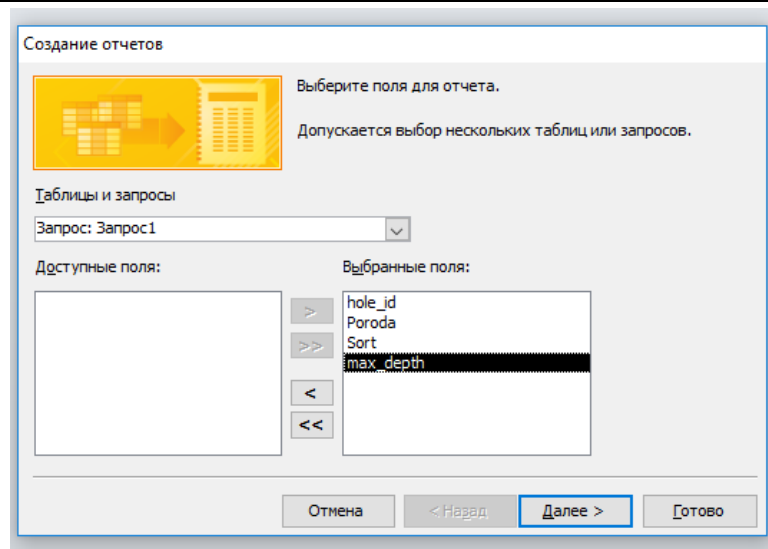

Рис. 33. Початок створення звіту за допомогою майстра
3. У вікні, що відкрилося зі списку джерел Таблицы и запросы, вибрати рядок Запрос: Запит1 та перенести всі поля обраного запиту в список Выбранные поля: за допомогою кнопки переносу полів  (рис. 33).